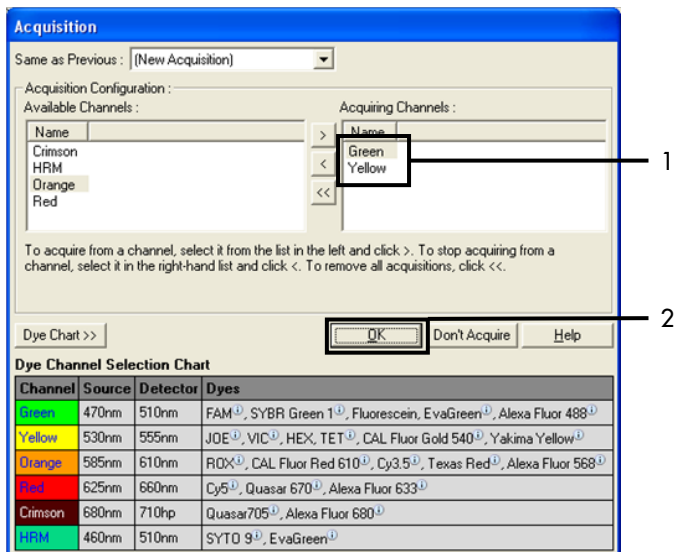

Figure 27. Acquisition à l'étape de cycle à 60 °C. 1 = canaux sélectionnés, 2 = bouton « OK ».
10. Sélectionner Green et Yellow comme canaux d'acquisition. Cliquer sur > afin de transférer ces canaux de la liste Available Channels (Canaux disponibles) vers la section Acquiring Channels (Canaux d'acquisition). Cliquer sur OK (figure 27).